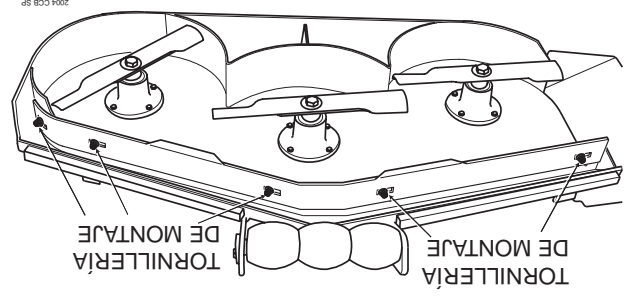

Figura 6-8. Deflector de corte personalizado
- 2. Quite los accesorios que aseguran el deflector de corte personalizado a la plataforma de corte. (Vea la Figura 6.8).